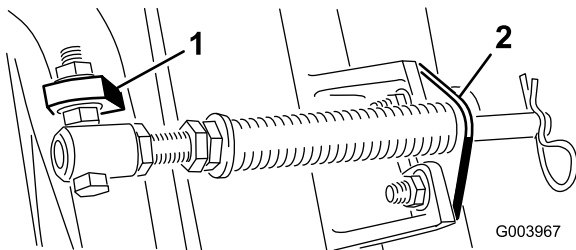

図 5
- C. スプリングチューブのボルトを、反対側のキャリアフレームのタブに取り付け、フランジナットで固定する。図 5 に示すように、ボルトの頭部がタブの外側を向くように取り付けること。
- D. カuttingユニットのタブにロッドブラケットを取り付け、キャリッジボルトとナットで固定する 図 5。